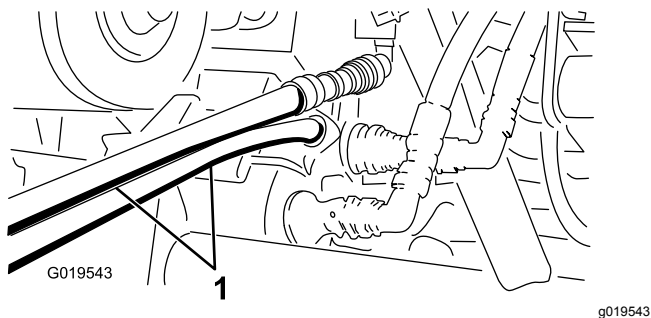

Figura 85
5. Sull'altra macchina, collegate i due tubi ai connettori che si trovano ancora nella staffa dell'accoppiatore (collegate il tubo superiore al connettore superiore e il tubo inferiore al connettore inferiore) (Figura 85).